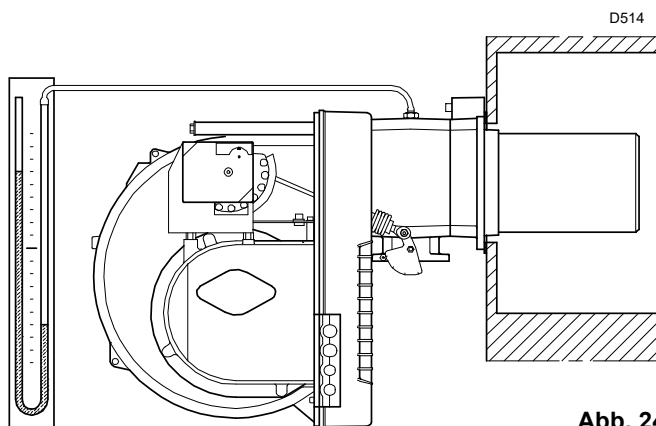

Abb. 24
- Montieren Sie ein U-Rohr-Manometer (Abb. 24) auf der Gasdruckentnahmestelle der Muffe.
Das U-Rohr-Manometer (Abb. 24) zeigt den Gaseintritt an der Muffe an.
Ein Richtwert kann den Tabellen auf Seite 5 entnommen werden. Es genügt, den Gasdruck auf dem U-Manometer abzulesen, siehe Abb. 24 auf Seite 24 und die auf S. 20 erteilten Hinweise zu beachten.